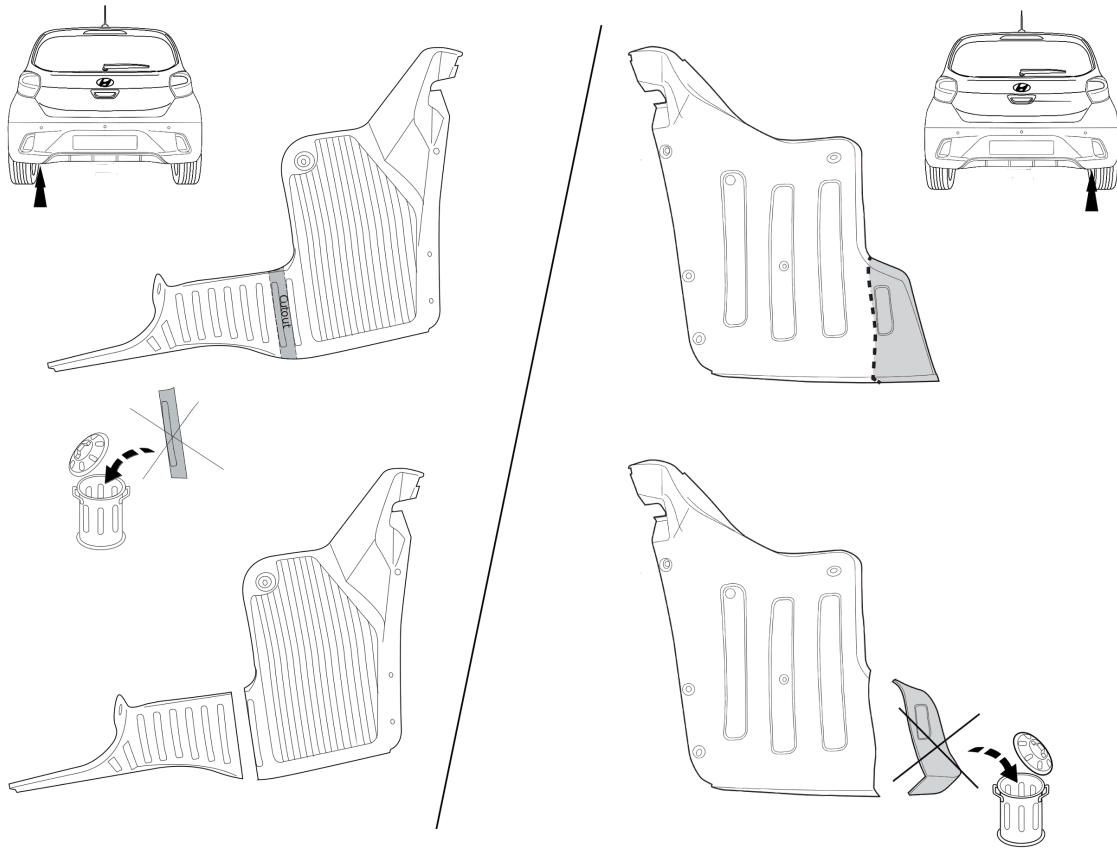

Fig. 2
5. Отпилить обозначенную часть, как указано на рис. 2.